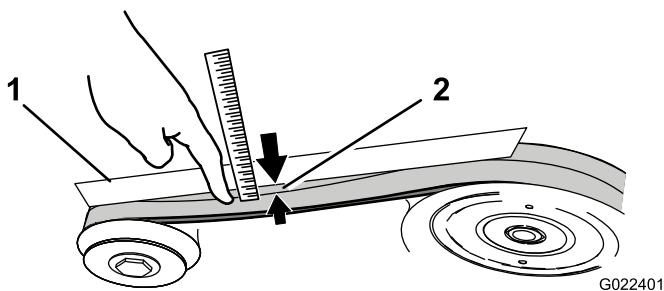

Figura 33
- Presione sobre un tramo de las correas de transmisión (Figura 33) con una fuerza de 4,5 kg. Si las correas se desvían más de 6–13 mm, ajuste la tensión de la manera siguiente: